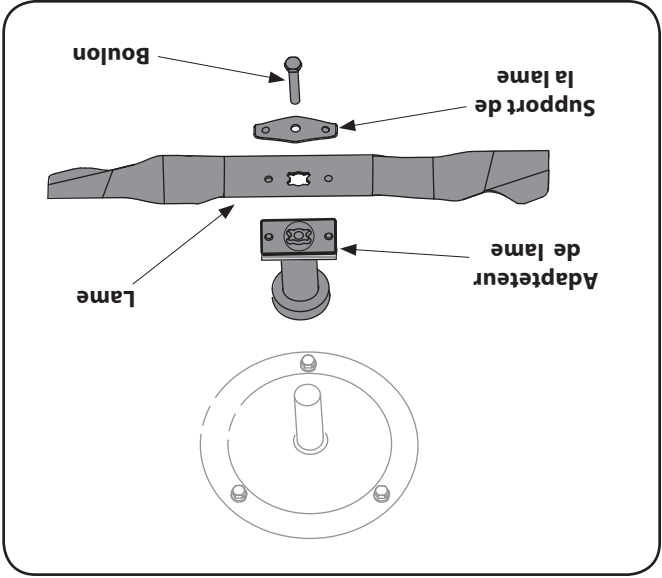

Fig. 7-1
2. Enlevez le boulon et le support de la lame qui maintiennent la lame et l'adaptateur sur le vilebrequin. Voir la Fig. 7-1.
3. Dégagez la lame et l'adaptateur du vilebrequin. Voir la Fig. 7-1.
4. Démontez la lame, l'adaptateur de la lame et la boulonnerie selon les instructions fournies dans la section « Entretien de la lame » ci-dessus. Voir la figure 7-1.